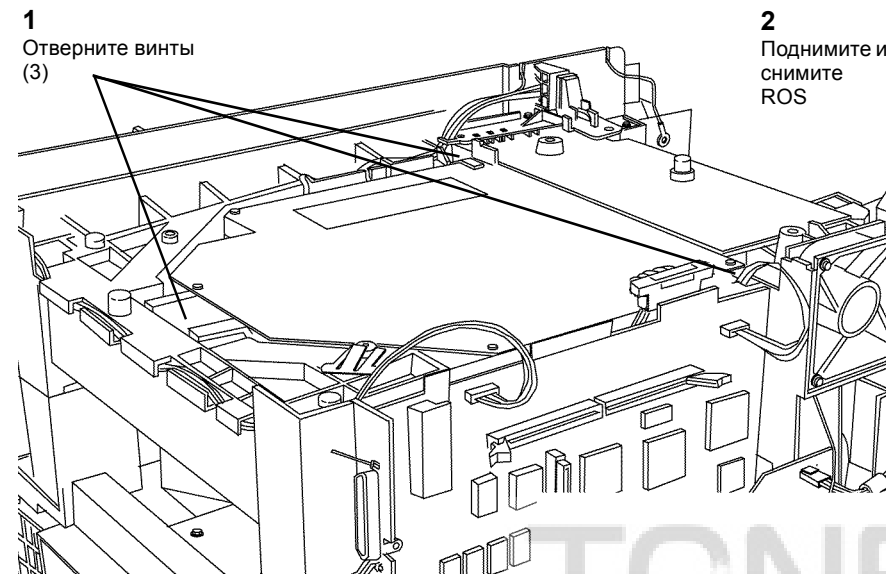

Рисунок 3 Снятие модуля ROS
9. Снимите модуль ROS (Рисунок 3).